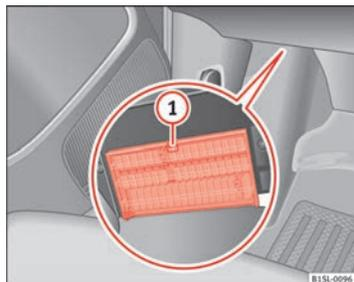

Fig. 142 Debajo del tablero de instrumentos del lado del conductor: tapa de la caja de fusibles.
- **Abrir:** presione la palanca de bloqueo ⇒ fig. 142 ① hasta que sea posible abrir la cubierta.
- **Cerrar:** abata la cubierta hacia arriba en la dirección contraria a la flecha hasta que encastre de forma audible en la palanca de bloqueo ①.